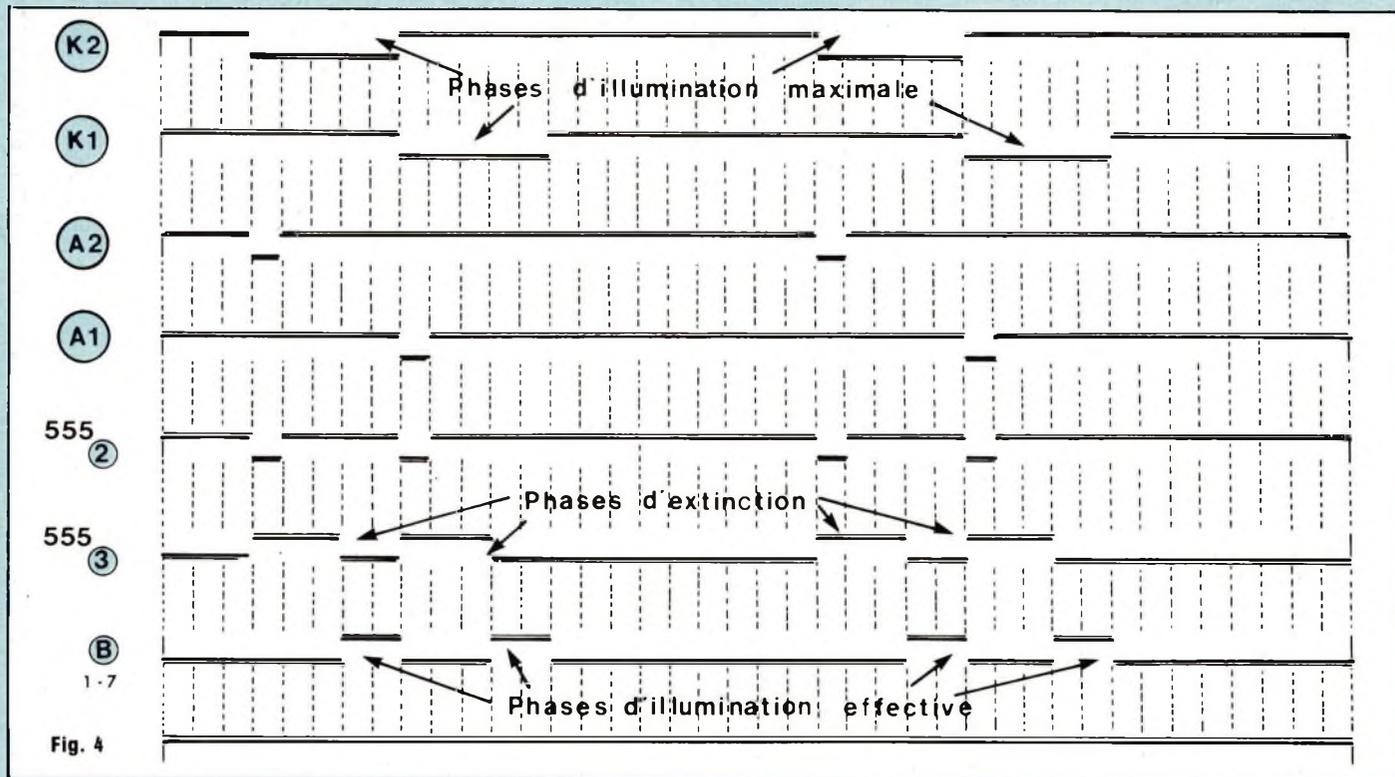

Fig. 4
Il est donné fig. 2. Le décodeur BCD-7 segments choisi est le HEF 4543B car il possède une entrée d'inhibition active à l'état haut qui permet de bloquer l'affichage. Pour réduire le courant moyen de segment et donc l'intensité lumineuse le meilleur moyen est de réduire le temps de passage du courant. Ce courant passe au maximum pendant 0,25 ms par période de 1 ms dans chaque afficheur. Partant d'un courant maximal statique de 80 mA, le multiplexage divise ce courant par 4 et donne un courant moyen de 20 mA. Pour obtenir un courant moyen de 1 mA il ne faudra autoriser son passage que pendant 1/80e du temps soit 12,5  $\mu$ s par période et donc bloquer l'affichage pendant 237,5  $\mu$ s. La fig. 4 montre le diagramme des temps des signaux à l'intérieur du schéma fig. 2. K1 et K2 sont les signaux de commande des cathodes des deux premiers chiffres délivrés par le ICM 7217 du speedomètre. Ils sont actifs à l'état bas puisque prévus pour des afficheurs à cathode commune. Ces signaux K1 et K2 sont différenciés par les condensateurs C3 et C4 pour donner des impulsions A1 et A2 qui sont toutes appliquées à la borne de déclenchement d'un monostable 555 (2) dont la sortie 3 passe donc à l'état haut et bloque l'affichage au début de chaque phase de 250  $\mu$ s. La durée de ce blocage, qui ne doit pas atteindre 250  $\mu$ s, dépend de la résistance d'une photorésistance LDR.